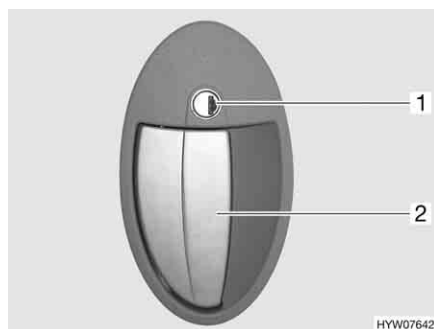

Fig. 46 Serratura della porta, lato esterno
- Inserire la chiave nel cilindro della serratura (Fig. 46,1) e ruotare in senso orario, fino a quando la serratura della porta si sblocca.
- Tirare la maniglia della porta (Fig. 46,2). La porta è aperta.
- Inserire la chiave nel cilindro della serratura (Fig. 46,1) e ruotare in senso antiorario, fino a quando la serratura della porta si blocca.